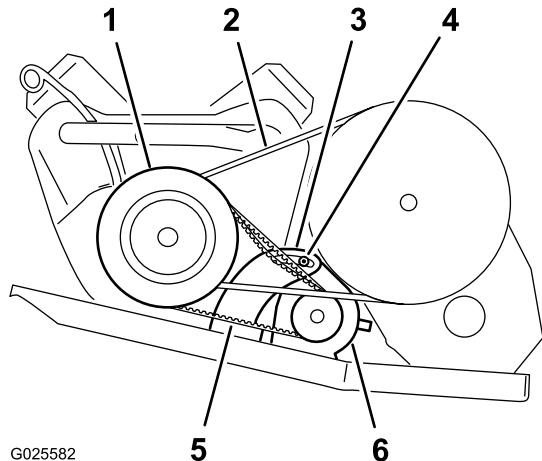

Рисунок 64
2. Ослабьте затяжку гайки поворота стартера-генератора (Рисунок 64).
4. Нажатием на монтировку поверните стартер вниз таким образом, чтобы натяжение ремня позволяло отклонять его только на 6 мм при воздействии усилия в 44 Н (Рисунок 64).
5. Затяните гайку оси поворота от руки и снимите монтировку (Рисунок 64).